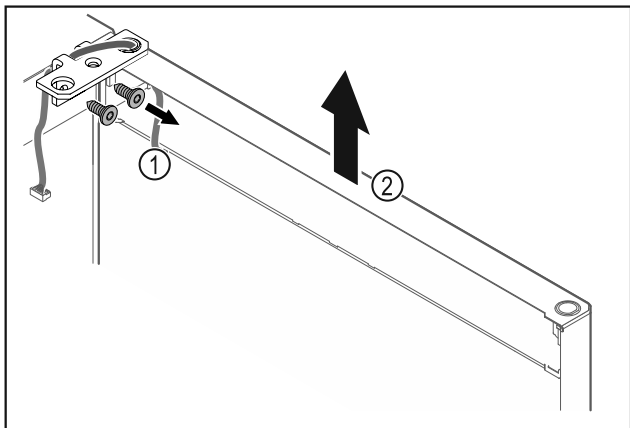

Fig. 14
- ▶ Odšroubujte úhelník závěsu Fig. 14 (1).
- ▶ Zvedněte dvířka včetně úhelníku závěsu Fig. 14 (2) přibližně 200 mm rovně směrem nahoru a vyjměte je.